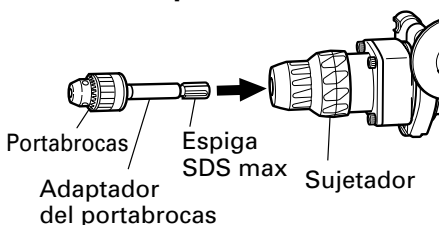

Fig. 14
**(2) Fijación del adaptador para portabarrenas al portabarrenas (Fig. 14)**